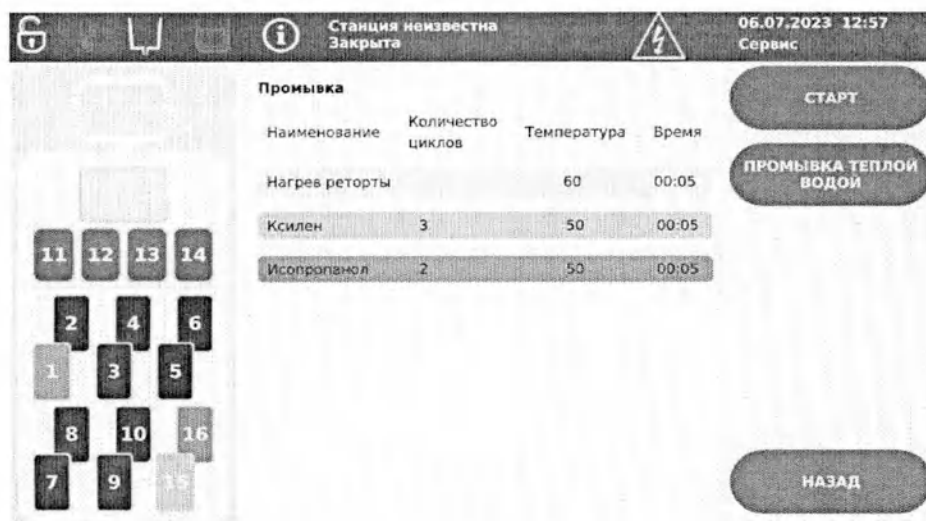

Рисунок 6.12 – Экран запуска программы промывки
6.3.5 На экране запуска программы промывки (Рисунок 6.12) отображается информация о протоколе промывки.
16. Для промывки реагентов теплой водой нажмите кнопку **ПРОМЫВКА ТЕПЛОЙ ВОДОЙ** на экране запуска программы промывки (Рисунок 6.12).